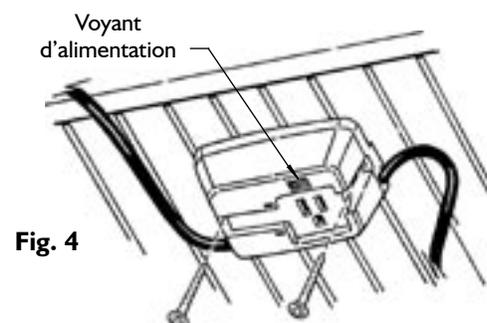

Fig. 4
7. Le voyant d'alimentation (à côté de la prise sur la boîte de contrôle) s'allumera seulement lorsque le câble de dégivrage de toit est mis sous tension. Fig. 4.